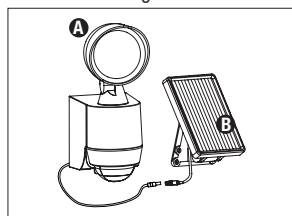

Fig. 4
5. Acheminez avec précaution le fil du panneau solaire (B) vers le luminaire (A) et branchez-le sur le connecteur qui dépasse sur le côté du boîtier du luminaire (A) (Fig. 4). Assurez-vous de bien enfoncer les prises du connecteur jusqu'à ce que deux dé clics retentissent pour s'assurer qu'ils sont entièrement engagés.